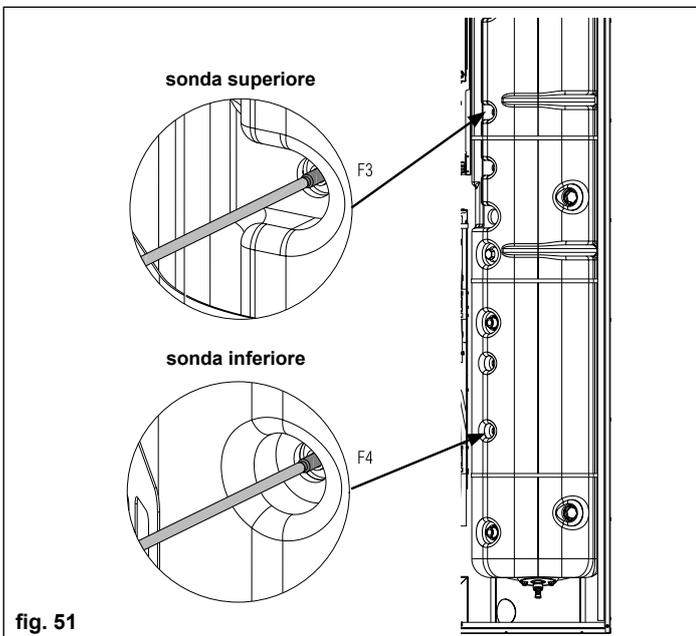

fig. 51
- Collegare le sonde del bollitore alle controparti specifiche, utilizzando i connettori rapidi, verificando la descrizione dei cavi: "Sonda Boll. Sup." e "Sonda Boll. Inf. **da solare**" (guaina rossa), rispettivamente per la sonda superiore e quella inferiore inserite precedentemente nei pozzetti del bollitore (fig. 51).